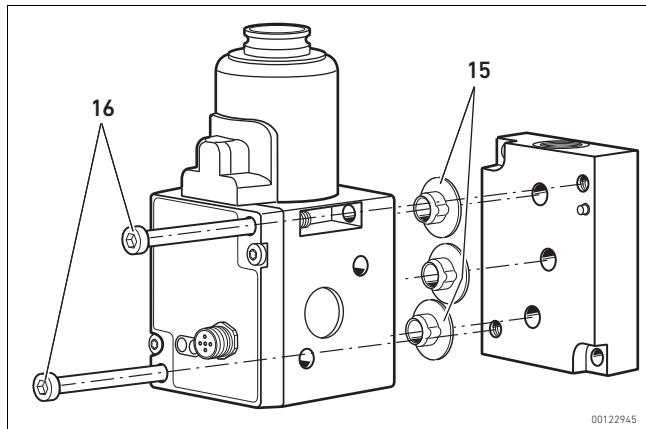

Abb. 5: Montaggio della valvola riduttrice di pressione ED05 su una piastra base
- Inserire le due viti M6 x 75 (16) nei due fori passanti (ved. Fig. 5 a pagina 152) e avvitarle.